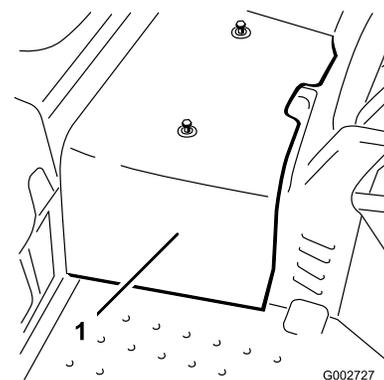

Figure 43
2. Desserrez les 2 vis qui fixent le carénage central à la machine et déposez le carénage (Figure 43).